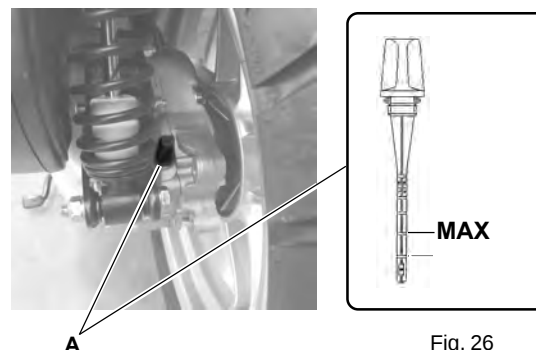

Fig. 26
- 2) Dévisser la tige (A- Fig. 26), la nettoyer et la réintroduire **en la vissant complètement**.
- Remettre le bouchon de vidange avec son joint et remettre à niveau avec environ **250 cm³** d'huile neuve (**Q8 T35 - 80W**) ; remettre ensuite le bouchon jaugeur de fermeture (A - Fig. 26).